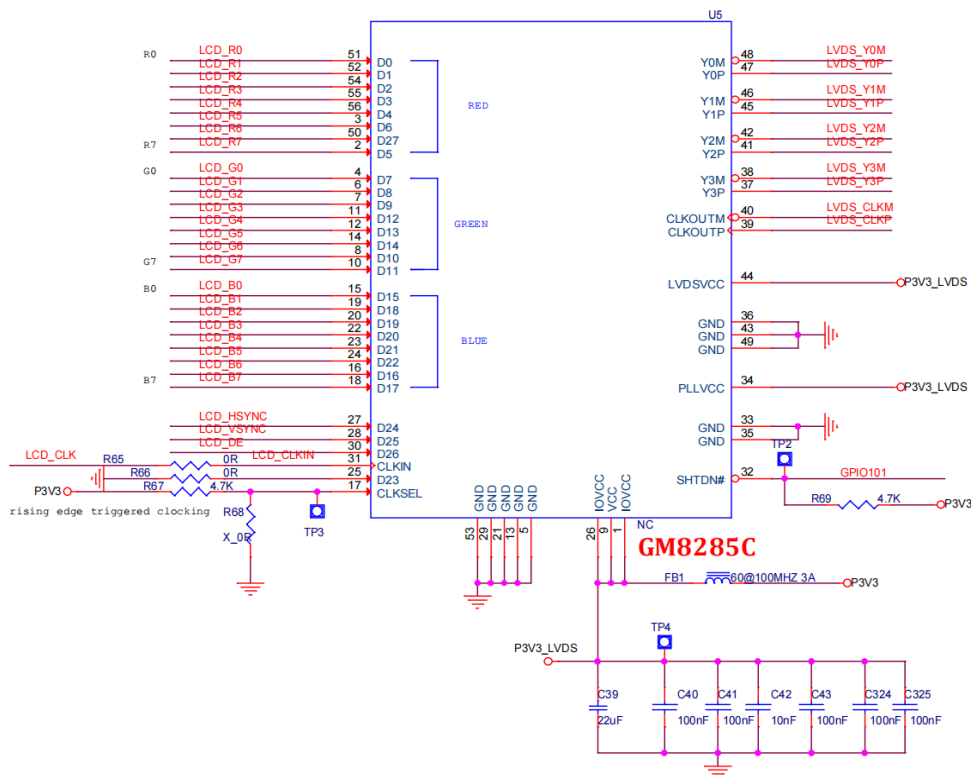

图 2-23 LCD 接口原理图
(14) LCD 接口：连接液晶显示屏，用于图形化用户界面的显示。原理图如图 2-23：